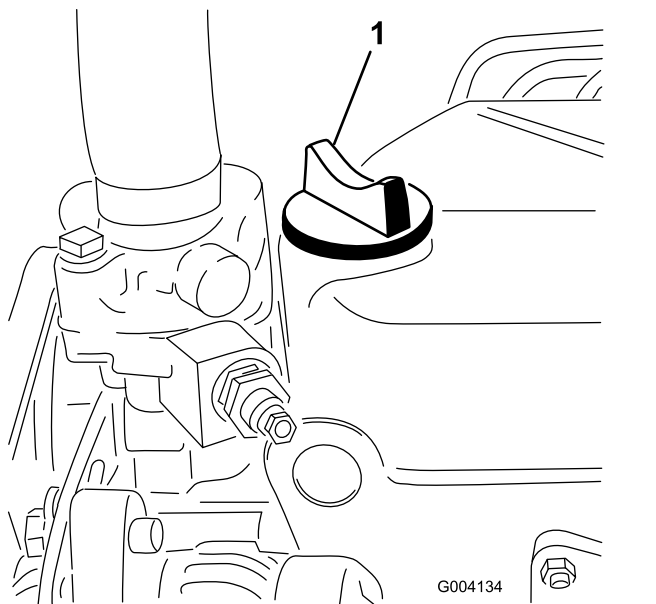

Figura 48
- Se l'olio non raggiunge la tacca FULL (pieno), togliete il tappo di riempimento (Figura 48) e aggiungete olio finché il livello non raggiunge la tacca FULL (pieno).